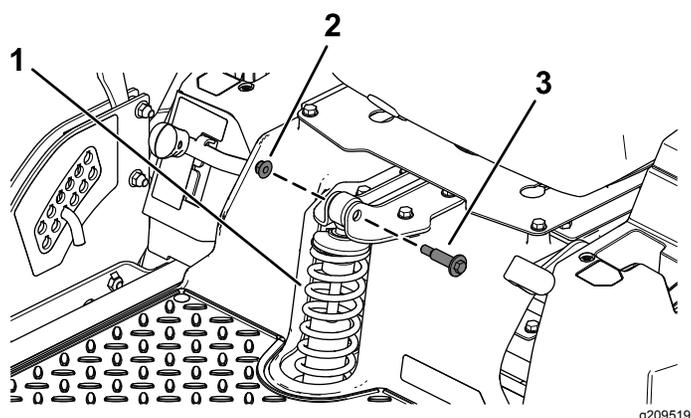

Figura 2
1. Remova os dois parafusos das rodas e duas porcas flangeadas ($\frac{3}{8}$ pol.) que prendem a mola frontal existente (Figura 2).
2. Remova a mola frontal existente (Figura 2).
Instale a nova mola frontal utilizando os dois parafusos das rodas e duas porcas flangeadas ($\frac{3}{8}$ pol.) previamente removidos, como se mostra na Figura 2.